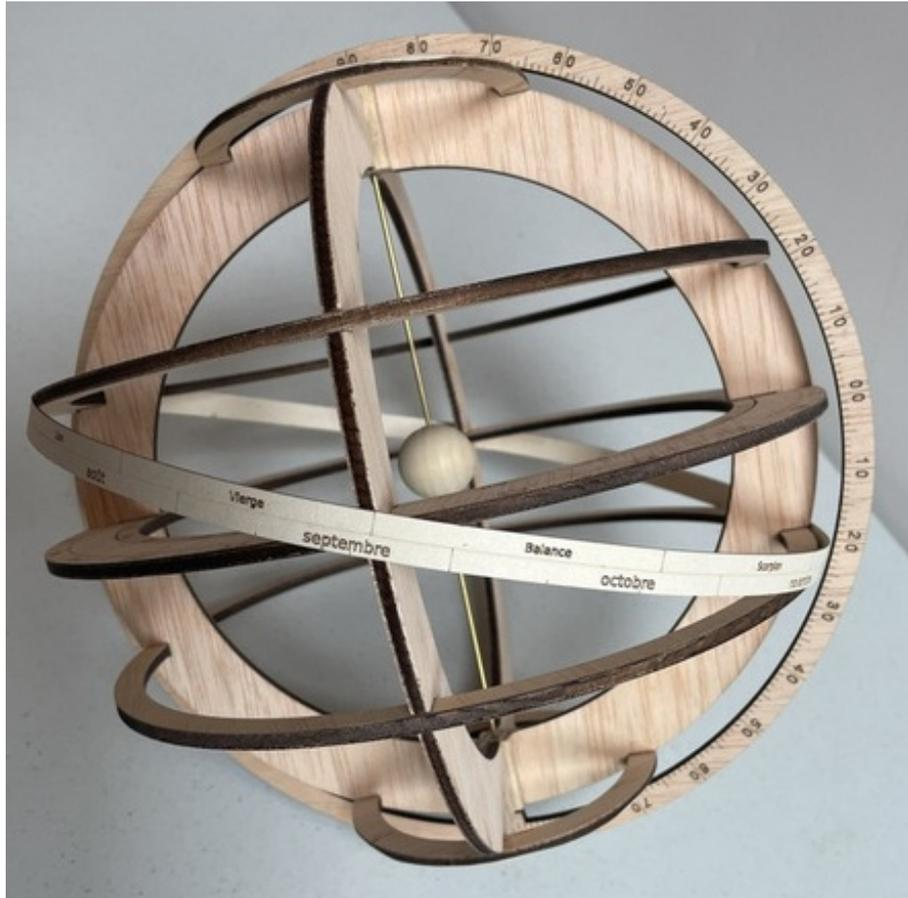

FIG. 5 – La sphère céleste.
Toutes les étapes de l'assemblage de la sphère céleste sont à réaliser en se reportant régulièrement à la **FIG. 5** de la sphère céleste pour contrôler l'emplacement des pièces.
- la sphère céleste avec l'axe de la Terre, la Terre au centre et la couronne intérieure du méridien local (**FIG. 5 p. 9**) ;